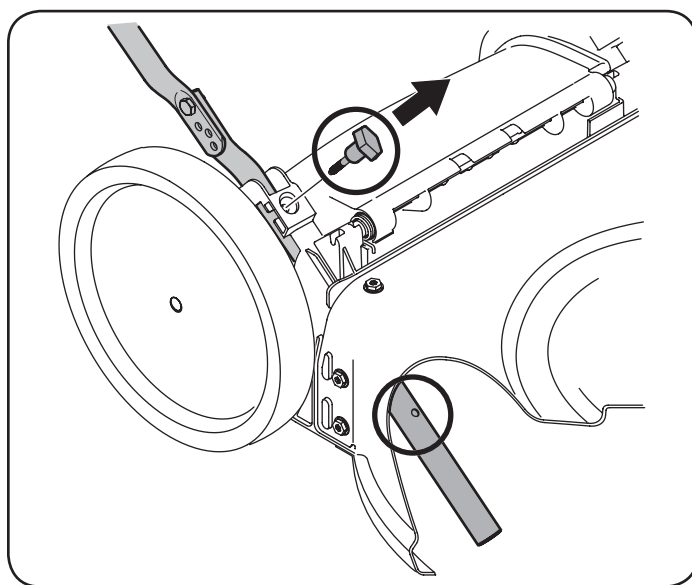

Figura 3
2. Retire la T-pernos de la manija entre corchetes como se muestra en la Figura 3.
- Tire hacia arriba en el asa hasta agujeros en la manija (que se muestra en la Figura 3 corte de la cubierta) se alinean con los agujeros en el mango soporte. Vea la Figura 4.